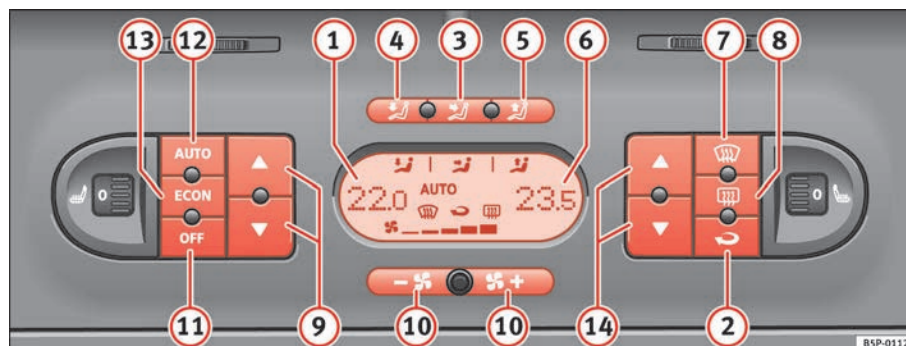

Fig. 131 Comandos do Climatic 2C no painel de instrumentos
- Para activar o modo manual, premir um dos botões ⇒ página 161, fig. 131 **3** ao **5**, o botão **ECON** ou premir um dos botões do ventilador **10**. O símbolo **AUTO** desaparece do visor.
- Premir o botão ⇒ **página 161, fig. 131 ②**, para ligar e desligar o modo de recirculação do ar. Está ligada se no visor é apresentado o símbolo .